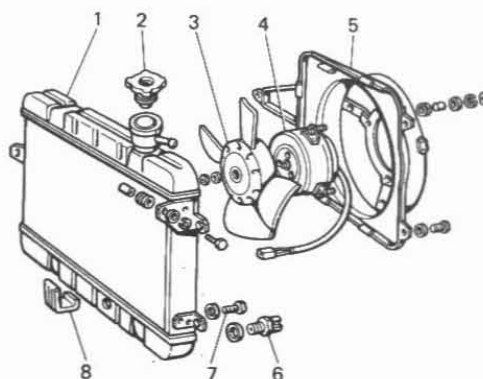

Fig. 2-67. Piezas del radiador y del ventilador con el mando eléctrico:
- desempalme las mangas de suministro y de derivación del líquido refrigerante del motor, y del motor eléctrico 4 (fig. 2-67) del ventilador y de su captador 6 desempalme los conductores;